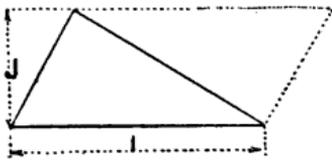

Fig. 636.
*Triangle.* Multiplier le côté I par la moitié de la hauteur J (fig. 636).